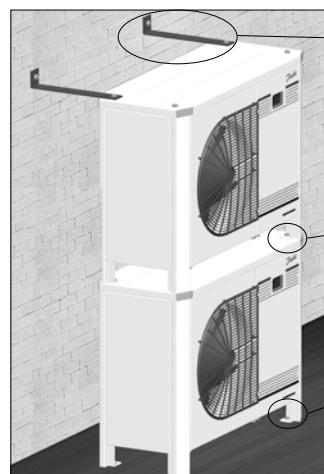

Afbeelding 1: Minimale plaatsafstand
- Zorg voor voldoende ruimte rond het apparaat voor luchtcirculatie en om deuren te kunnen openen. Zie afbeelding 1 voor de minimale afstanden tussen het apparaat en een muur.